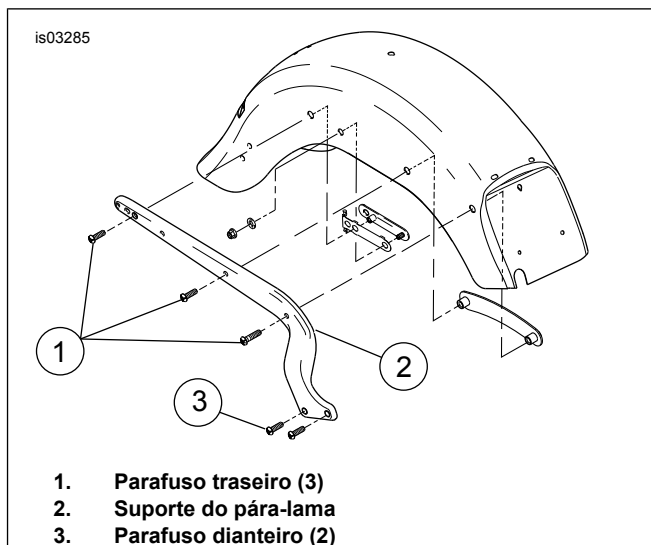

Figura 5. Parafusos do suporte do pára-lama e suporte do pára-lama
1. Veja a Figura 5. Remova os três parafusos (1) traseiros do suporte do pára-lamas (2).
2. Afrouxe, mas não remova os dois parafusos dianteiros (3) do suporte do pára-lama.
1. Veja a Figura 5. Instale um parafuso traseiro (1) para prender o suporte do pára-lama no lugar enquanto passa os fios. Instale os parafusos, mas não aperte totalmente.